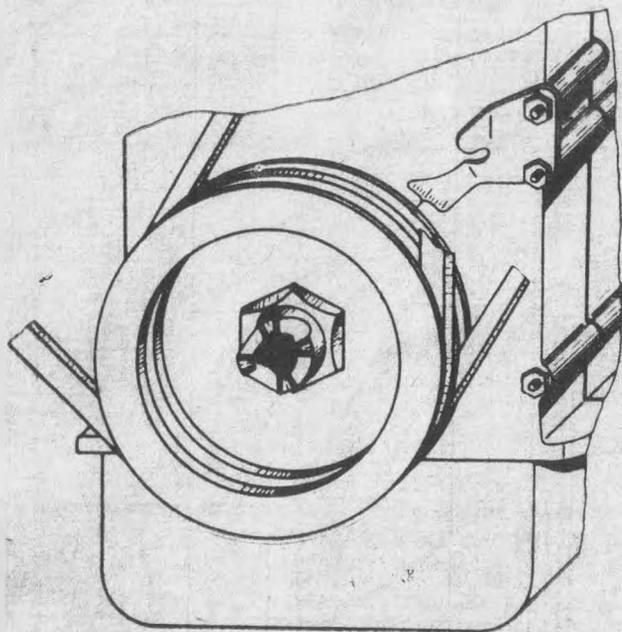

Рис. 25. Установка коленчатого вала в положение в. м. т.
- в) проворачивайте осторожно коленчатый вал до совпадения второй риски на шкиве коленчатого вала с центральной риской указателя в. м. т. (рис. 25). На двигателе установлен шкив коленчатого вала с двумя рисками для установки оптимального угла опережения зажигания.